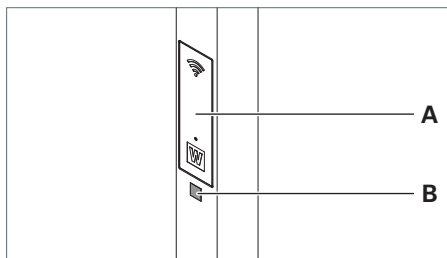

Fig. 36: Scansione del codice QR.
- Effettuare una scansione del codice QR **B** dell'apparecchio d'illuminazione, posizionato sul tubo verticale sotto allo sportello di manutenzione **A**, vedere Fig. 36.